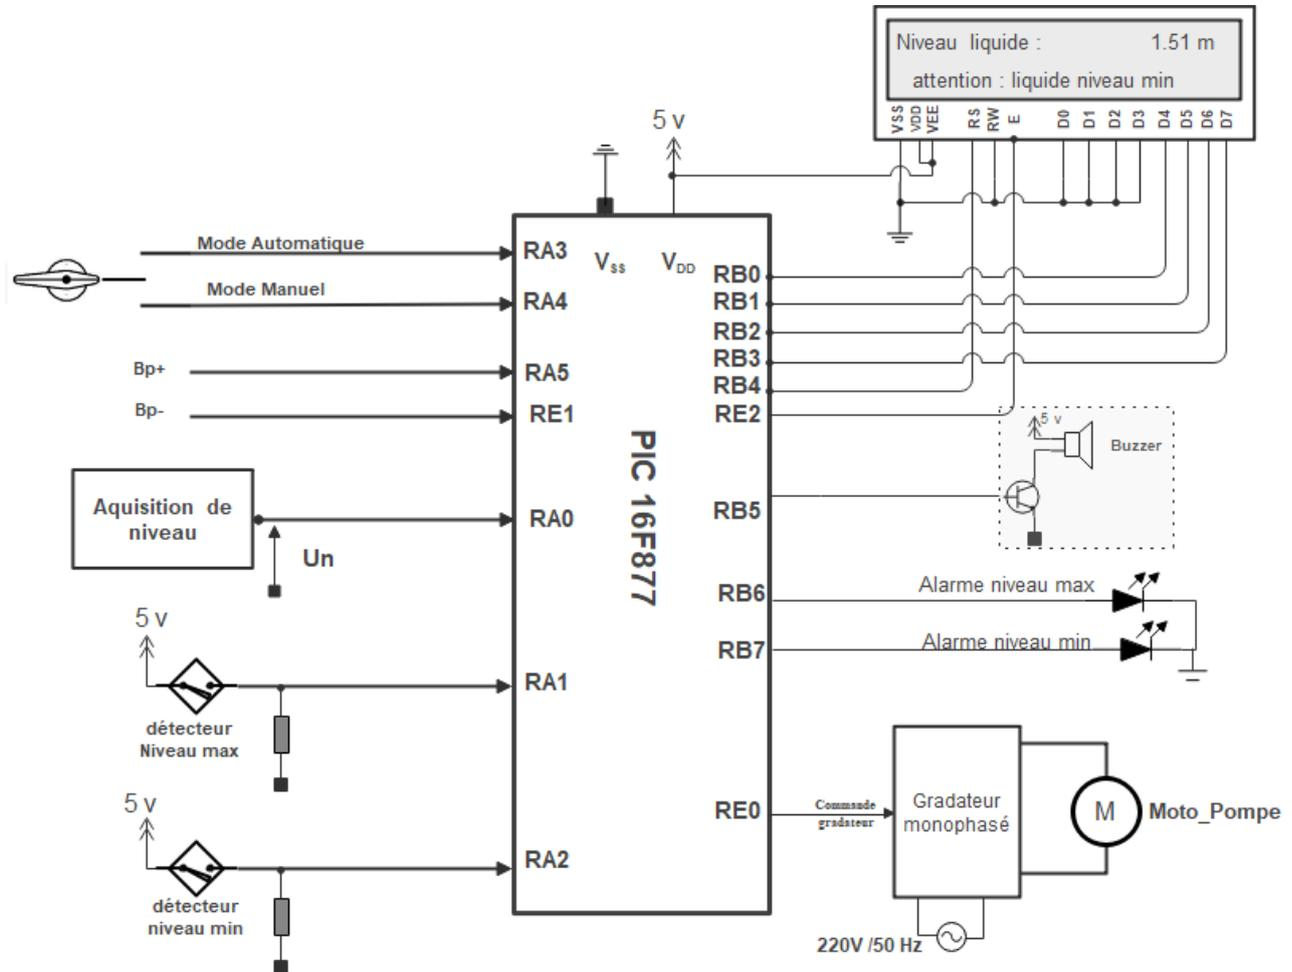

Figure 2 : Schéma de principe du régulateur de niveau
**Q.16-** A partir de la Figure 2 de la **page 4**, identifier la nature (**digitale** ou **analogique**) des entrées **RA0**, **RA1**, **RA2**, **RA3**, **RA4** et **RE1**. **1.5 pt**